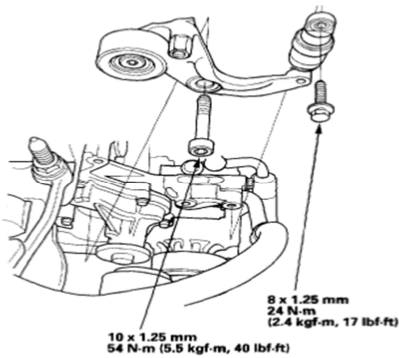

Figure 4
8. Torque tensioner mounting bolts to specs shown in Figure 4. Pivot bolt to 54 Nm / 40 ft lbs, and upper strut bolt to 24 Nm / 17 ft lbs.
8. Serrer au couple les boulons de montage selon les spécifications montrées à la figure 4. L'axe (boulon) de pivot à 54 N.m / 40 pi-lb, et le boulon de jambe supérieure à 24 N.m / 17 pi-lb.